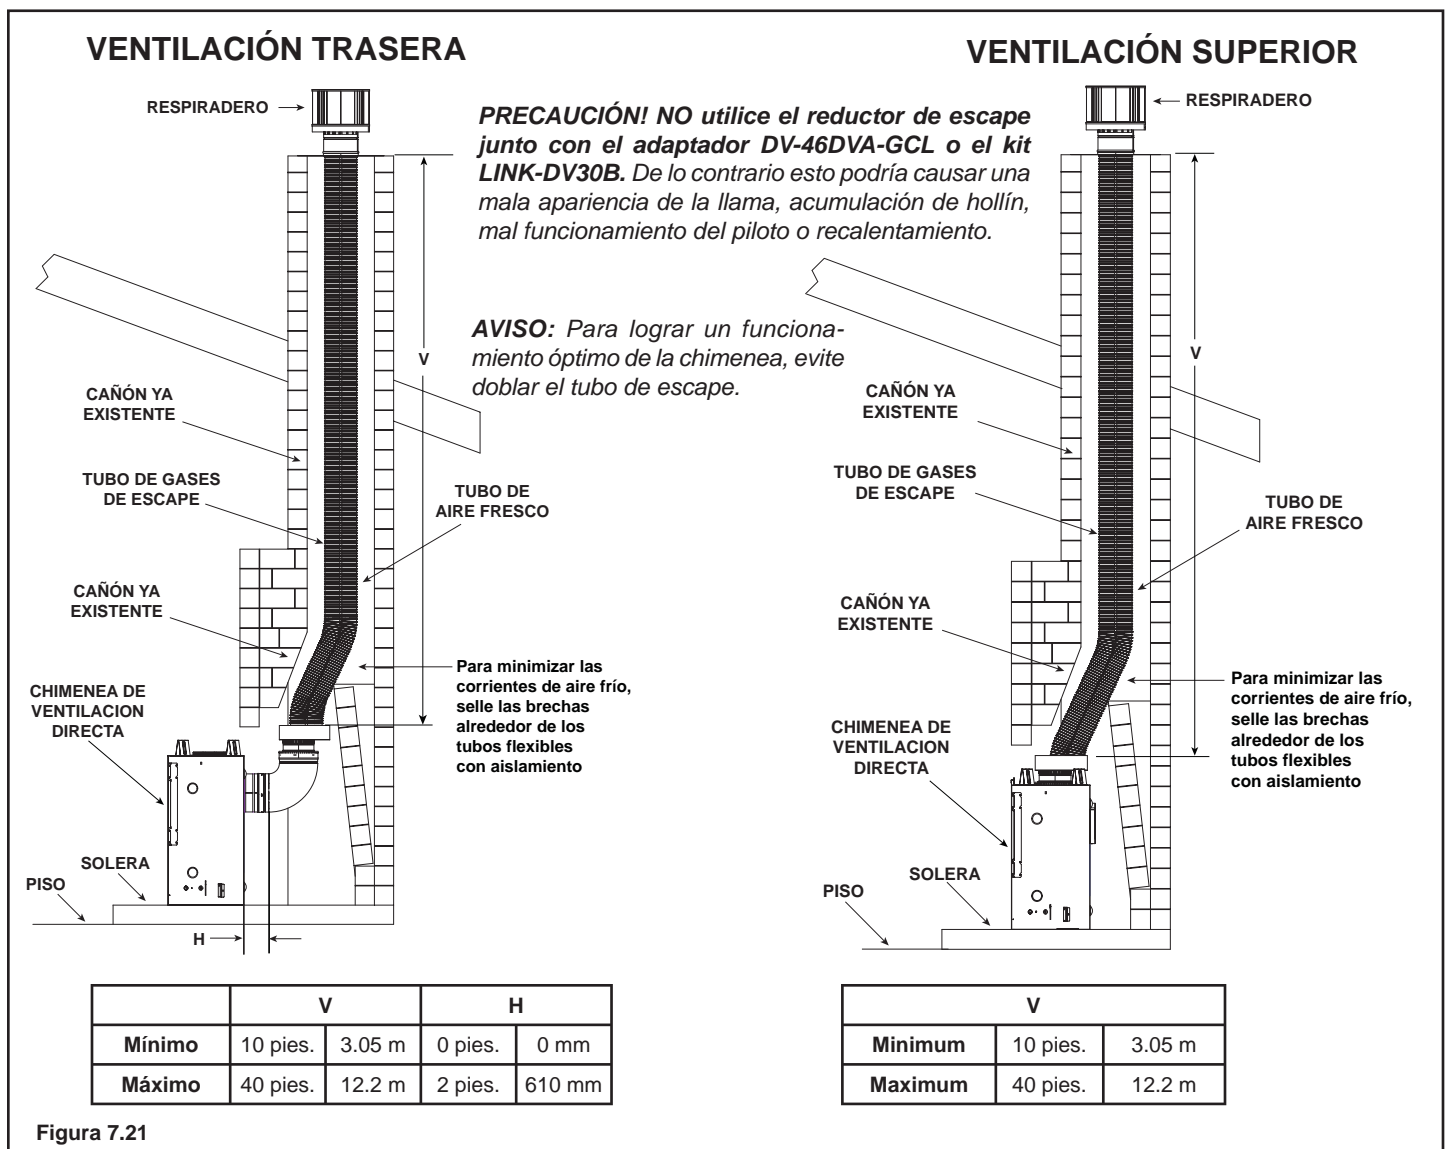

Figura 7.21
- Retire la tapa selladora superior y el aislamiento. Consulte la sección 14, "Preparación de la chimenea". Instale el adaptador DV-46DVA-GCL en el collarín inicial de la chimenea con tornillos autorroscantes de 3-1/2 pulg. Consulte la Figura 7.21.
- Retire la tapa selladora trasera y el aislamiento. Conecte el adaptador DVP-2SL al codo colocado verticalmente. Consulte las instrucciones de instalación suministradas con el adaptador DVP-2SL. Asegure el adaptador DV-46DVA-GCL al adaptador DVP-2SL con tornillos autorroscantes de 3-1/2 pulg. Consulte la Figura 7.21.